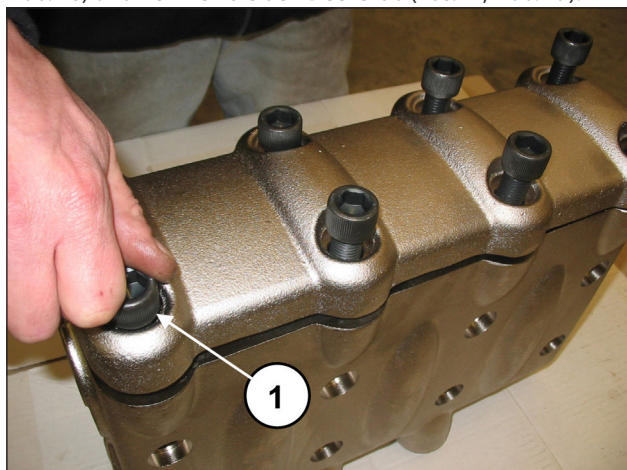
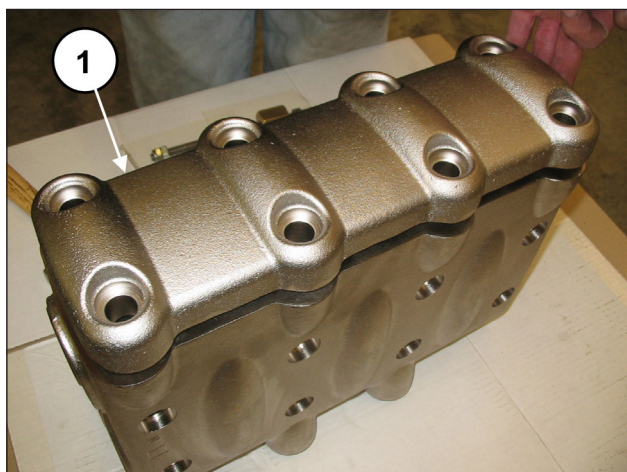

Abb. 78
Abb. 79
Lösen Sie die 8 Schrauben M16x55 des Ventildeckels (Pos. ①, Abb. 78) und nehmen Sie den Deckel ab (Pos. ①, Abb. 79).